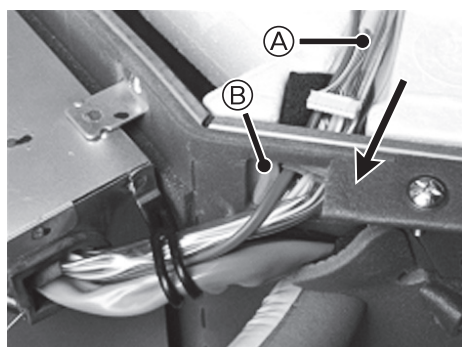

Fig. 4-2
- (1) Tome el cable de unión inalámbrica que se suministra con los accesorios.
- (2) Coloque el conector del panel del controlador interior (blanco) del cable de unión inalámbrica en el MANGUITO de la unidad principal en la dirección que se indica en la flecha. (Fig. 4-2)